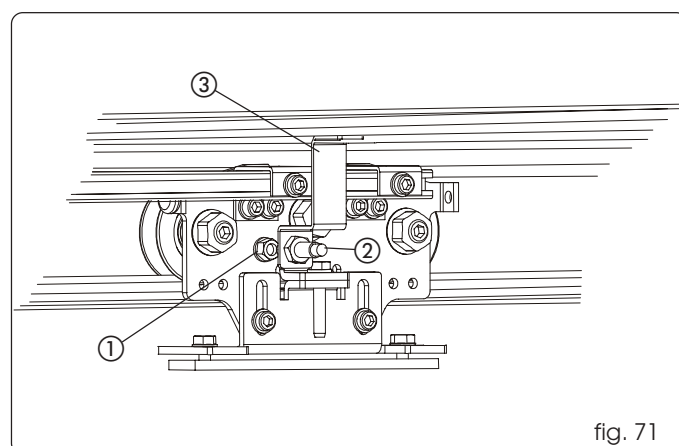

fig. 71
- Avvitare il magnete sul carrello più vicino alla battuta di chiusura, utilizzando il foro filettato presente sul carrello stesso (fig. 71 rif. ①).
- Assemblare il sensore alla staffa (fig. 71 rif. ②) utilizzando gli appositi dadi in plastica. Inserire due piastrini filettati sulle sedi del profilo di sostegno e montare la staffa utilizzando le apposite viti (fig. 71 rif. ③); verificare che con l'anta chiusa il sensore si trovi in corrispondenza del magnete.
- Avvitare il magnete sul carrello più interno dell' anta destra utilizzando il foro filettato presente sul carrello stesso (fig. 71 rif. ①).